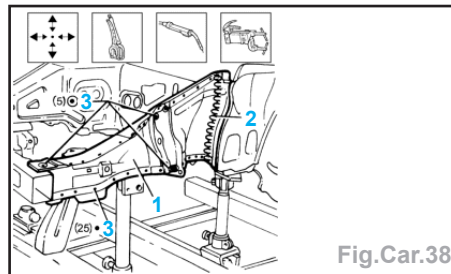

Fig.Car.38
- Positionner la tôle de fermeture (1) sur le véhicule en utilisant les pinces-étau (Fig.Car.38).